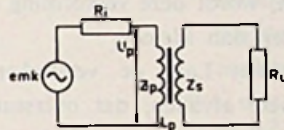

Fig. 4
We gaan uit van een transformator (nog steeds met ideale kern), gemaakt voor primaire- en secundaire aanpassingen van resp. Z_p en Z_s . We sturen deze trafo uit een bron met $R_i = Z_p$ en belasten hem met een weerstand $R_u = Z_s$. Hiervoor kunnen we fig. 4 weer gebruiken.
- de verhouding tussen i_m en i_n , bepaald door de verhouding tussen de reactantie van de trafo-zelfinductie $X = \omega L$, en de parallel eraan staande weerstand (R_i en Z_p parallel, zie fig. 4).